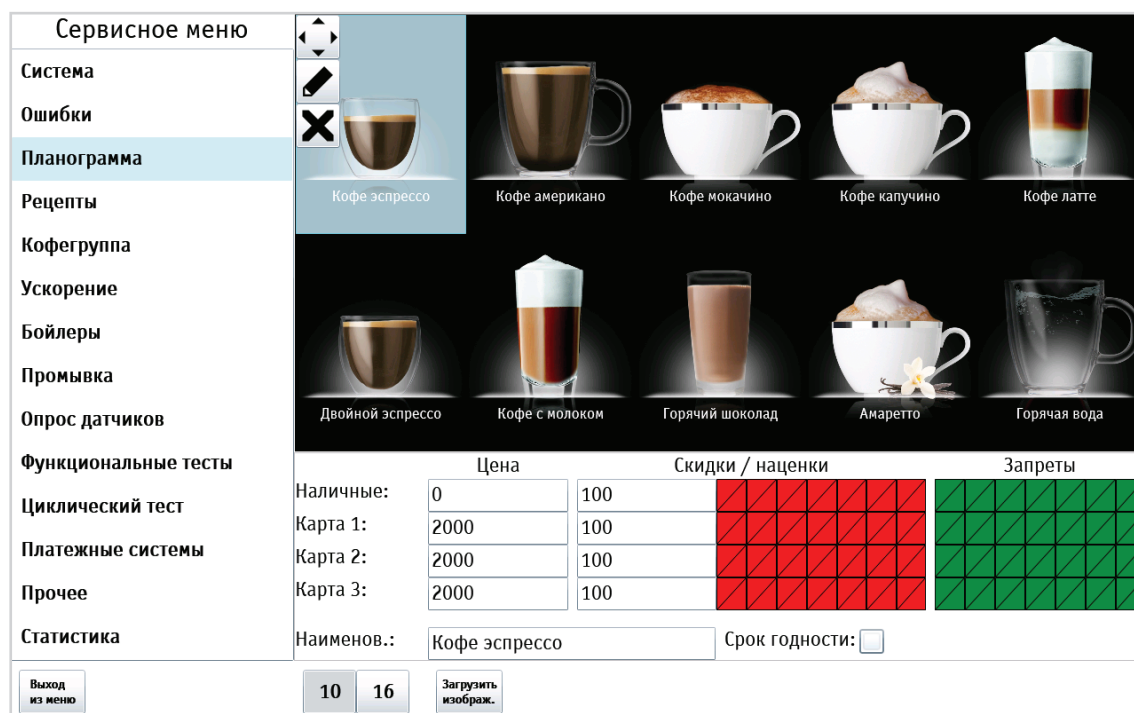

Рисунок 9.12.3 - Планеграмма (Изменение изображения)
1. После выбора в планеграмме напитка, появятся кнопки настройки напитка (см.рис. 9.12.3).
1. Выберите в планеграмме напиток, картинку которого хотите отредактировать (см.рис.9.12.3).
2. Затем коснитесь пальцем кнопки **(2-карандаш)** (см.рис.9.12.3 и 9.12.4).